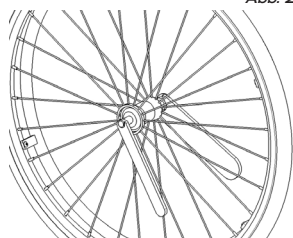

Abb. 23
- Halten Sie die Achse am anderen Ende (nahe der Rastkugeln) (Abb. 23) mit einem Schlüssel und drehen Sie die Mutter hinter der Quick-Release-Taste, bis die gewünschte Länge eingestellt ist.